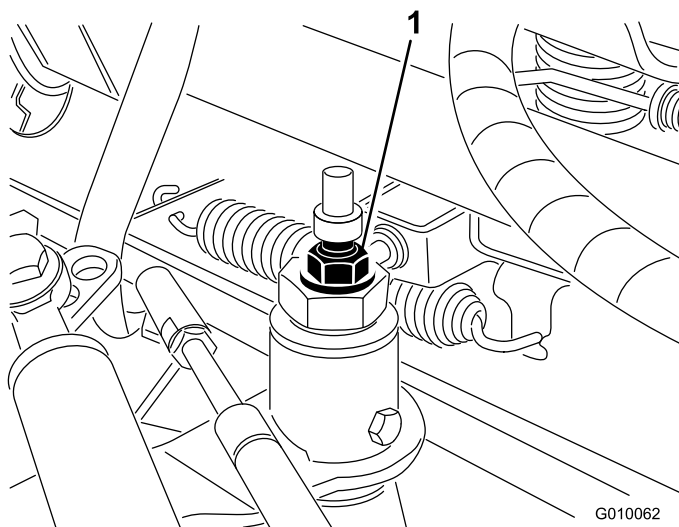

Figura 54
3. Afloje la contratuerca de la leva de ajuste de tracción (Figura 54).